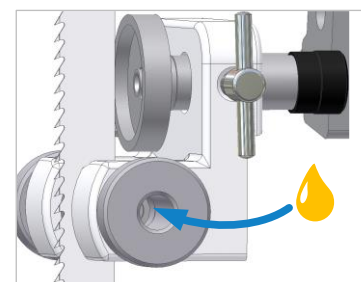

Figure 53 : huilage des galets latéraux
- Retirer les bouchons de fermeture des galets et verser quelques gouttes d'huile dans les roulements (voir ⇒ Figure 53).